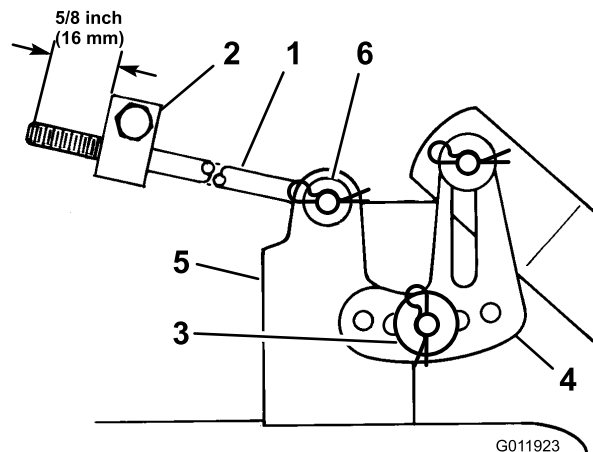

Figure 14
7. Mesurez la longueur de tige qui dépasse de l'avant du bloc de réglage sur les côtés du châssis (Figure 14).
Remarque: Si la longueur n'est pas égale à 16 mm, enlevez la goupille fendue et la rondelle de l'extrémité de la tige (Figure 14), puis vissez ou dévissez la tige jusqu'à obtention de la longueur requise.